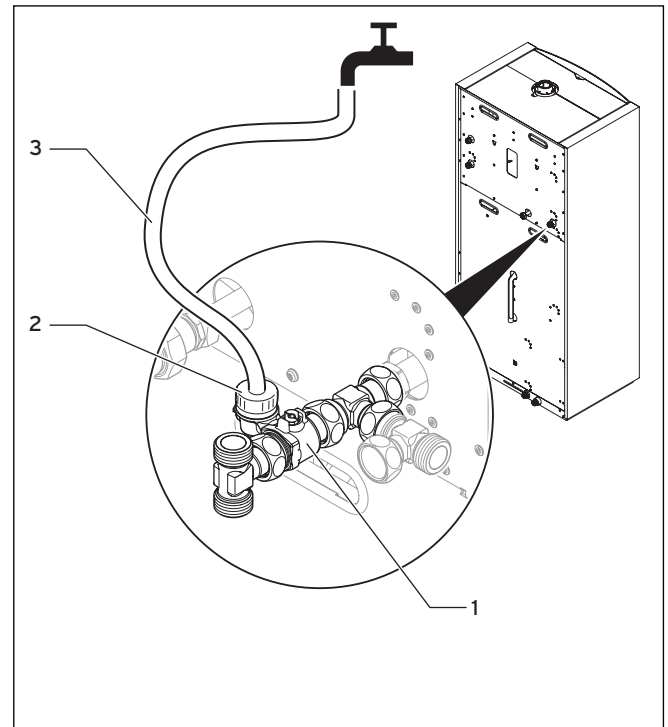

Abb. 7.3 Wartungshahn im Heizungsrücklauf zum Befüllen nutzen
- Schließen Sie den Füllschlauch (3) an einem Wasserhahn an (→ **Abb. 7.3**).
- Befestigen Sie das andere Ende des Füllschlauches (3) am Wartungshahn (2) im Rücklauf des Heizkreises (1).